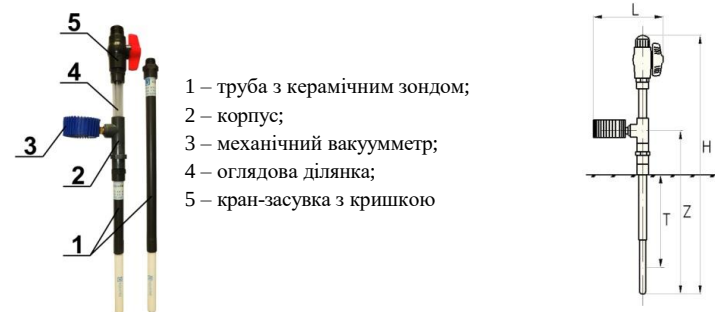

Рисунок 1 Тензіометр AQUATEC іригаційний, серія AQUAMETER PRO, модель Т
Тензіометр AQUAMETER PRO моделі Т містить два основні компоненти: **1 - керамічний зонд**, вбудований у жорстку полівінілхлоридну (ПВХ) трубу з гумовою прокладкою і різьбовою муфтою на її кінці. Таке виготовлення керамічного зонда з трубою, що викручується, передбачає можливість його знімання для швидкої заміни у разі пошкодження або для зміни робочої глибини встановлення тензіометра; **2 – корпус (ПВХ)**, який містить вимірювач тиску – механічний вакуумметр із кольоровою шкалою і захисним гумовим чохлам (кожухом), оглядову ділянку, яка виготовлена з ПВХ прозорої труби для візуального контролю руху вакууму і необхідності дозаправлення приладу **чистою водою***, і кульовий кран-засувку із кришкою для дозаправлення приладу (рис. 1). Кольорова інтуїтивно зрозуміла шкала вакуумметра відображає інтервали потенціалу ґрунтової вологи для різних типів ґрунту. У зібраному стані компоненти тензіометра герметично з'єднані у вакуумну систему.
Тензіометри мають маркування (модифікацію). Т20 – тензіометр з робочою глибиною встановлення Т=20 см – відстань від поверхні ґрунту до середини керамічного зонду (рис. 1); Т30 – тензіометр з робочою глибиною встановлення Т=30 см. І далі через 10 см до Т=100 см та більше (за індивідуальним замовленням).
Габаритні розміри приладу: висота **Н** становить від 50 до 130 см і більше, ширина **Л**=16 см (рис. 1). Маса тензіометра без води залежно від довжини становить від 0,38 до 0,46 кг.
4. Принцип дії тензіометра. Принцип дії тензіометра заснований на властивості керамічного зонду пропускати ґрунтову воду і не пропускати повітря до тиску барботування. В умовах взаємодії ненасиченого вологою ґрунту із стінками керамічного зонду, пори якого насичені водою, вода з водної камери приладу під дією капілярно-сорбційних сил переміщується до ґрунту. Під час збільшення вмісту вологи в ґрунті (атмосферні опади, іригаційні поливи) волога з ґрунту навпаки надходить до водної камери приладу. Водночас стрілка вакуумметра пересувається у напрямку «0». Максимальний вміст вологи у ґрунті за повної вологомісткості (ПВ) відповідає величині тензіометричного тиску $P_s=0$. Зі зменшенням вмісту вологи від'ємний тиск (розрідження) збільшується $-P_s<0$. У стані рівноваги потенціал води всередині тензіометра (показання вакуумметра) дорівнює сумі матричного потенціалу – тензіометричного тиску ґрунту і висоти водяного стовпа приладу – Z (рис. 1). У практичних вимірюваннях значення Z не враховують через її незначний вплив.